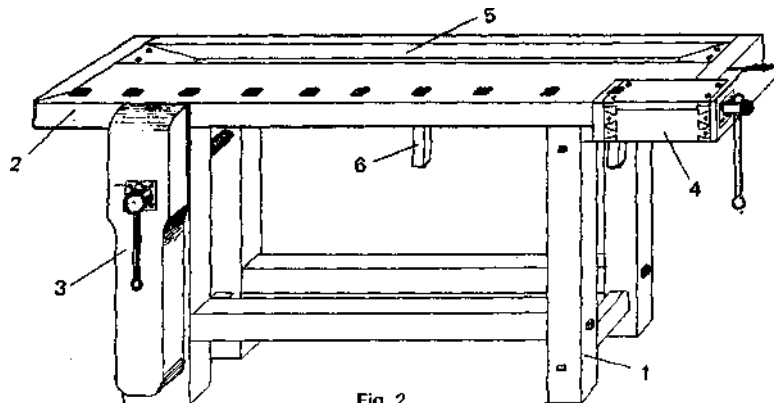

Fig. 2
O *banco* (Fig. 2). — Esta peça compõe-se de cavalete (1), prancha (2), prensa (3), carrinho (4), cocho (5) e duas esperas de ferro ou de